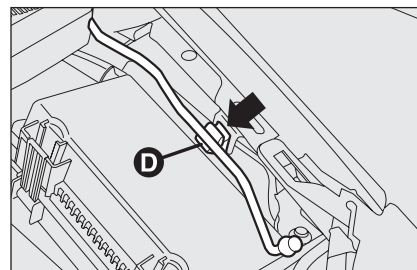
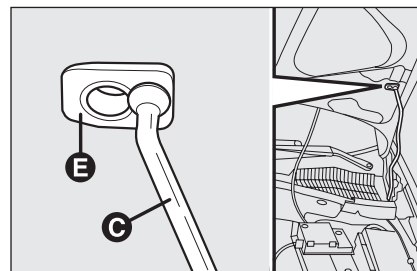

fig. 96
fig. 97
- sollevare il cofano e contemporaneamente liberare l'asta di sostegno **D-fig. 96** dal proprio dispositivo di bloccaggio, quindi inserire l'estremità **C-fig. 97** dell'asta nella sede **E** del cofano.
- tenere sollevato il cofano con una mano e con l'altra svincolare l'asta **C-fig. 97** dalla sede **E** e reinserirla nel proprio dispositivo di bloccaggio **D-fig. 96**;